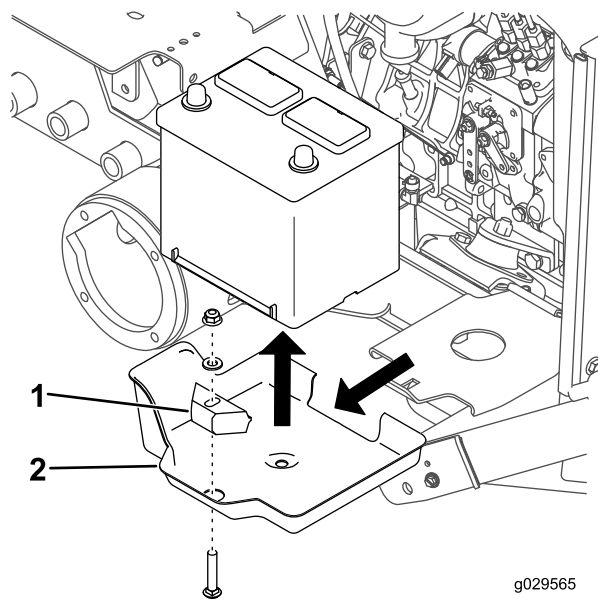

Figura 38
3. Retire el perno de cuello cuadrado, la arandela, la pletina de sujeción de la batería y la tuerca que sujetan el batería (Figura 38).
4. Retire la batería de su bandeja (Figura 38).
5. Retire la bandeja de la batería de la plataforma (Figura 38).